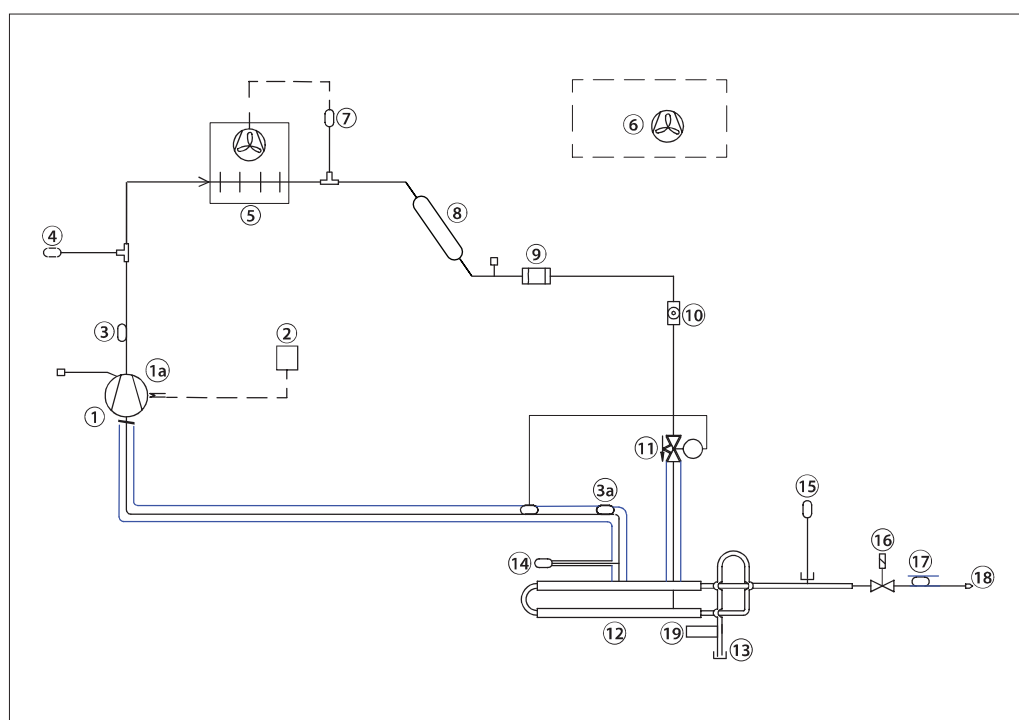

图1 空气分离器 R290 布局
** 参见图 1 和图 10a
该空分只需要 1 个机械连接 (参见图 1)。主设备的氨气/不凝性气体与主设备之间的连接通过法兰实现 (参见下图 1 中的 13), 而不凝性气体的排除则通过排气电磁阀 (18) 之后的排气管实现。